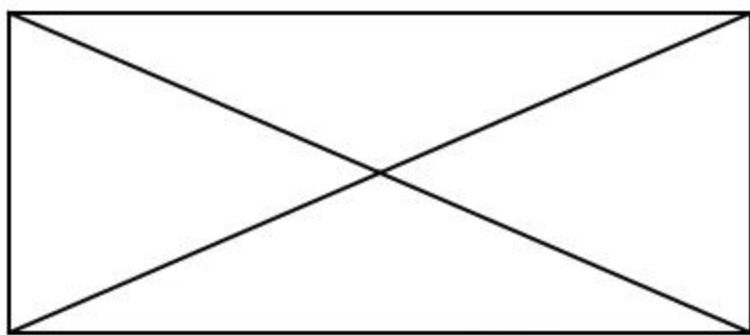

图4-78 拉伸对象
**02** 单击【修改】面板中的【拉伸】按钮，拉伸图形，如图4-78所示。命令行操作如下。